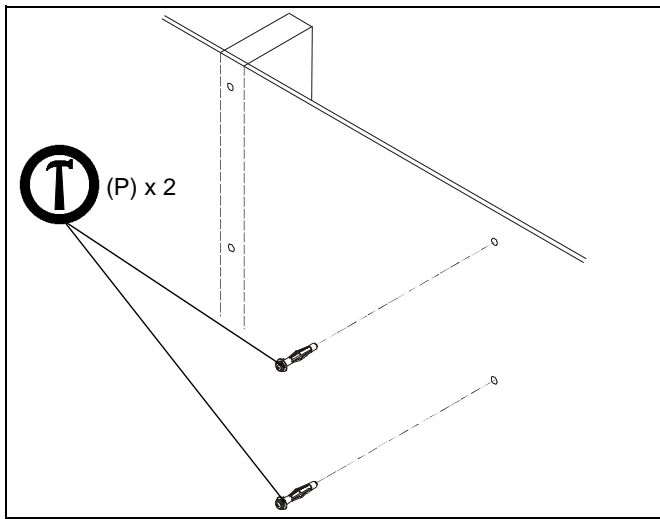
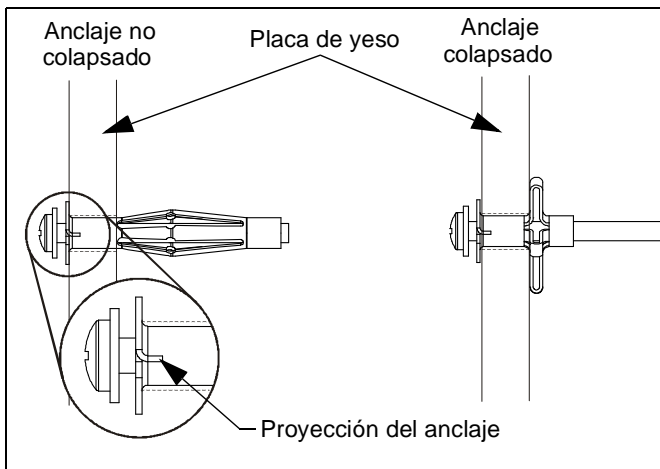

Figura 4
Figura 5
10. Coloque suavemente los anclajes (P) en los orificios. Las proyecciones de los anclajes deben fijarse totalmente a la placa de yeso. (Consulte la Figura 4) y (Consulte la Figura 5)
11. Usando un destornillador Phillips, ajuste el tornillo del anclaje hasta que el anclaje haya colapsado por completo contra la parte posterior de la placa de yeso. (Consulte la Figura 5)